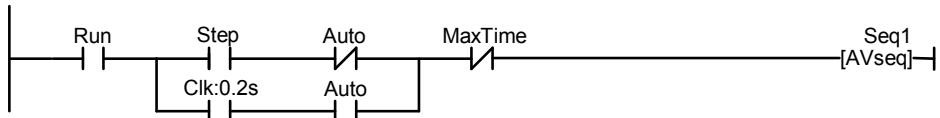

図3.5 [Circuit #2]
20. ここでは既に、ご説明した通り、図 3.5 の回路[Circuit #2]の“Run”, “Step”, “Auto”, “MaxTime”の4個のシリアル接続の要素を難無く作成できることと思います。